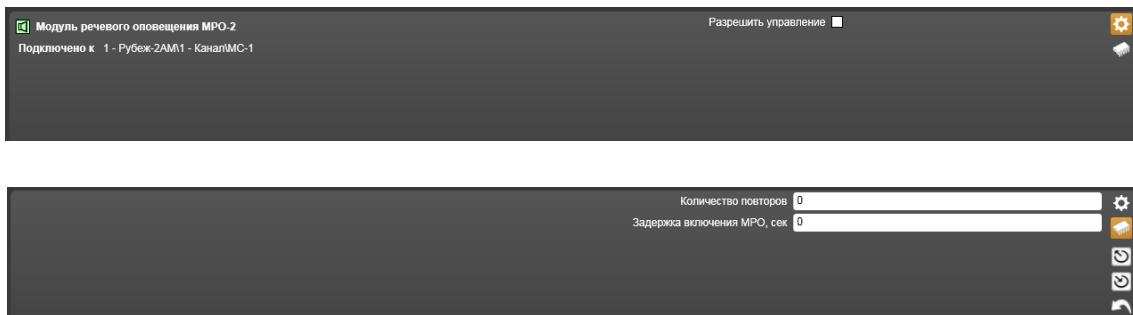

Рисунок 14.3.49 – Свойства Модуля речевого оповещения МРО-2
## 10) Модуль речевого оповещения МРО-2 (Рисунок 14.3.49).
- – **Параметры по умолчанию** – значок, при щелчке на котором происходит считывание параметров из памяти компьютера в таблицу параметров текущей закладки (Нижний рисунок 14.3.49).